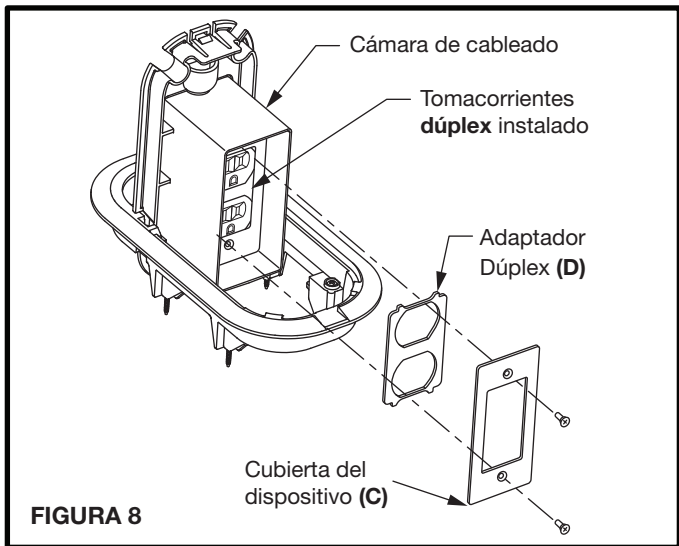
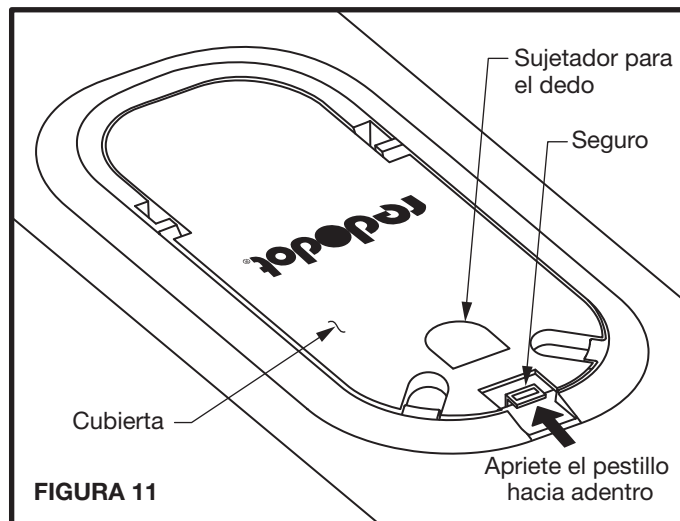

FIGURA 8
FIGURA 11
3.1 Abra la cubierta del Deck Grommet™ Pro apretando el pestillo hacia adentro (vea la Figura 8) y al mismo tiempo tirando con el soporte para los dedos y el pivote (vea la Figura 11).